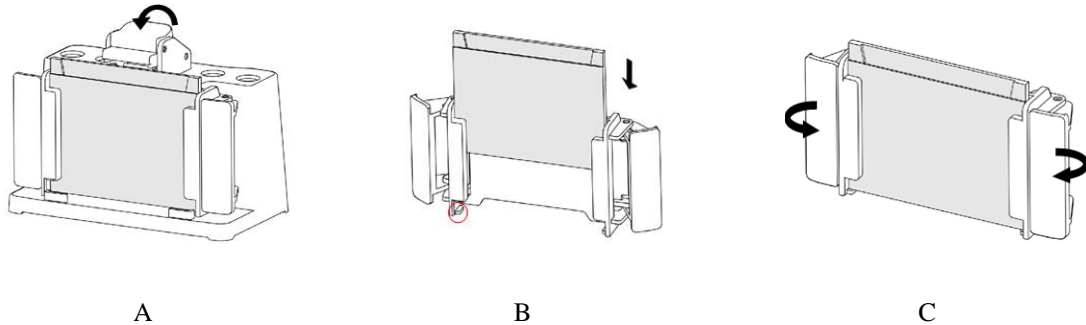

图 1 凝胶板准备
- 1) 正确放置保证灌胶框水平于操作台上, 并打开灌胶框手柄; 按所需凝胶厚度选择边条玻璃板, 将短玻璃板放置其上; 带边条玻璃板的标记端向上, 将两块玻璃板滑入灌胶框与水平定位结构(红圈)对齐, 使短玻璃板一面朝向前方(图 1, A);
- 2) 玻璃板到位后关闭灌胶框手柄, 将玻璃板夹紧在灌胶框中, 并检查玻璃板底部是否平齐(图 1, B);
- 3) 保持灌胶框手柄关闭, 将灌胶框放置于制胶底座的制胶密封垫上。同时将凸轮杠杆压在带边条的玻璃板上(图 1, C);